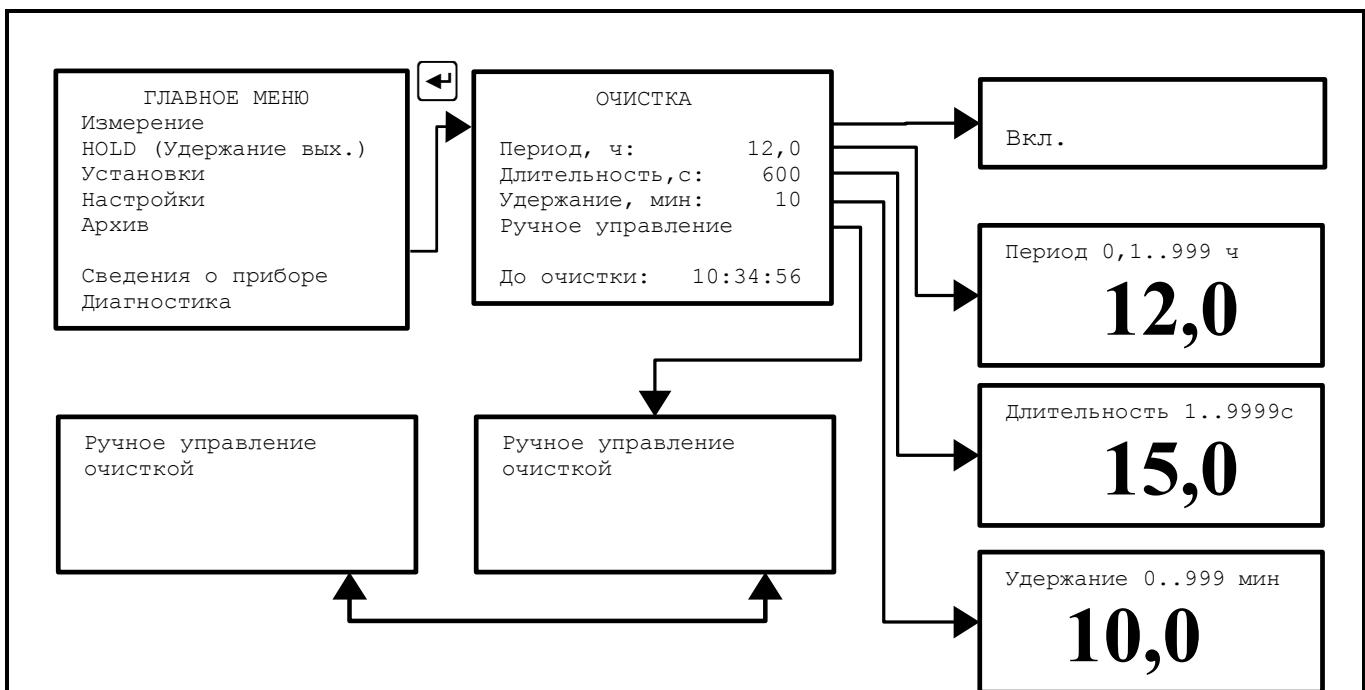

Рисунок 21 - Установка параметров режима очистки
3.3.6.1 Режим очистки (смотри Рисунок 21) предназначен для управления устройством воздушной, струйной, ультразвуковой или другими видами очистки датчиков путём включения дискретного выхода 4 «Очистка».
3.3.6.6 Управление работой исполнительного реле возможно в режиме ручного управления (Рисунок 21). После выхода из режима ручного управления включается удержание выходных сигналов, которое сигнализируется светодиодом № 4 и надписью **CLEAN** на дисплее (если T_u не равно нулю).